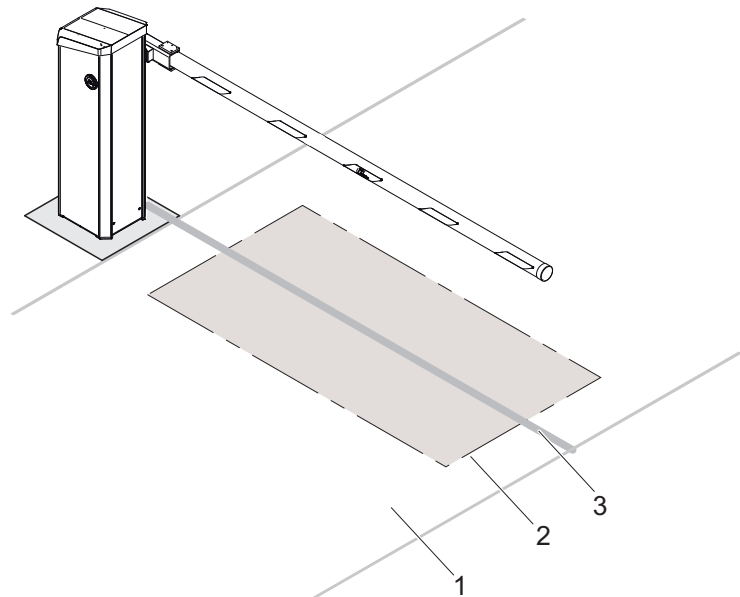

Рис. 15: Пример расположения индуктивных рамок для распознавания легковых автомобилей
- Расстояние между индуктивной рамкой и краем проезжей части должно составлять от 300 до 500 мм. → См. также Рис. 15.